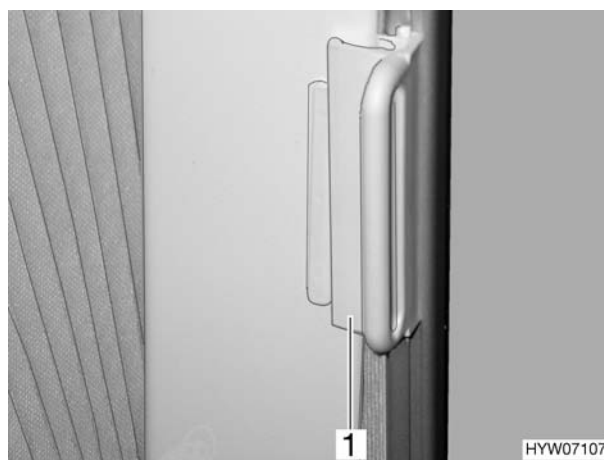

Fig. 12 Bloccaggio tendine oscuranti pieghevoli finestra del guidatore/passeggero
- Durante la marcia le tendine oscuranti pieghevoli per il parabrezza, la finestra del guidatore e del passeggero devono essere aperte, bloccate e fissate tramite il bloccaggio (Fig. 12,1).